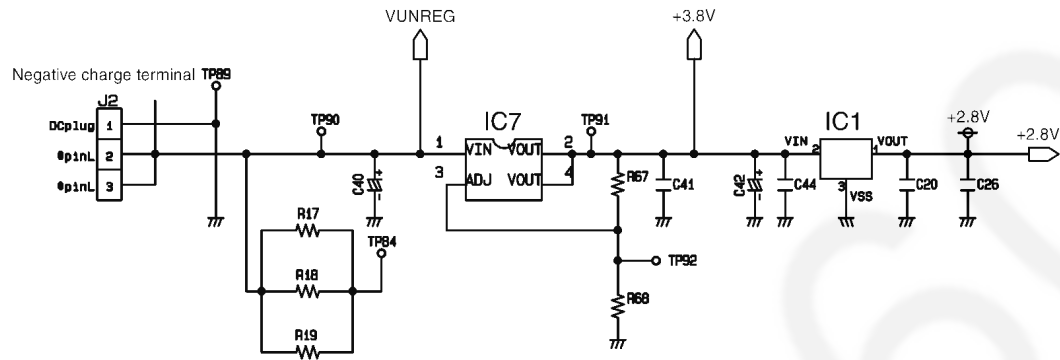

Fig. 21
6.2.9. POWER SUPPLIES (SEE Fig. 21)